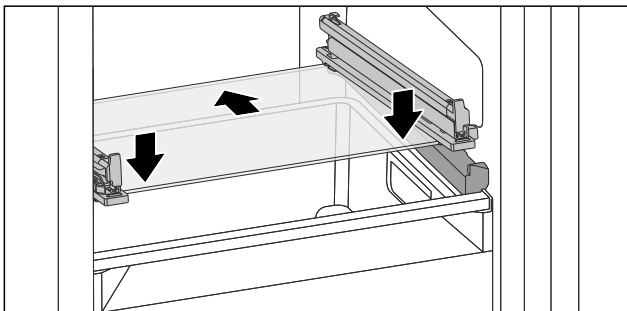

Fig. 141 Стеклоплатина откидного выдвижного ящика
- ▶ Наклоняя вниз, установите стеклоплатину за стопоры. (см. Fig. 141)